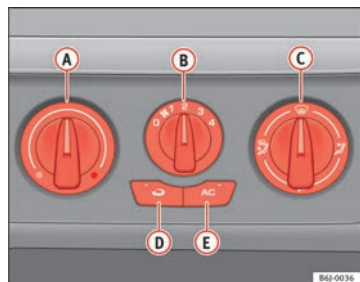

Fig. 93 Mandos del Aire Acondicionado en el tablero de instrumentos
- Con los reguladores ⇒ fig. 93 ① y ③ y con el mando ② se regula la temperatura, la velocidad del ventilador y la distribución del aire.
- Pulse la tecla ④ o ⑤ para activar o desactivar la función correspondiente. Cuando la función está activa, se enciende un testigo rojo en la tecla.
- Cierre los difusores ③.
- Abra y oriente los difusores ④ hacia las ventanas laterales.
- ① Regulador de temperatura ⇒ página 135
- ② Mando del ventilador. El ventilador del aire tiene 4 niveles de ajuste. A velocidad baja se recomienda poner el ventilador como mínimo al nivel 1 para mejorar la entrada de aire fresco.
- ③ Regulador de la distribución de aire ⇒ página 135